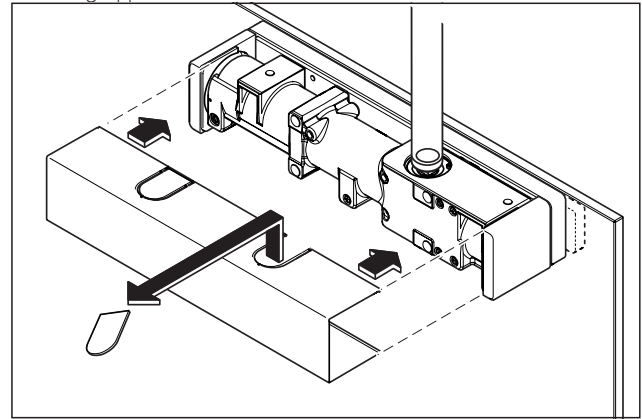

Abb. 13 Das Abdeckblech montieren
3. Die Verkleidung zur Montage vorbereiten und auf die Baugruppe aufstecken. (Abb. 13)